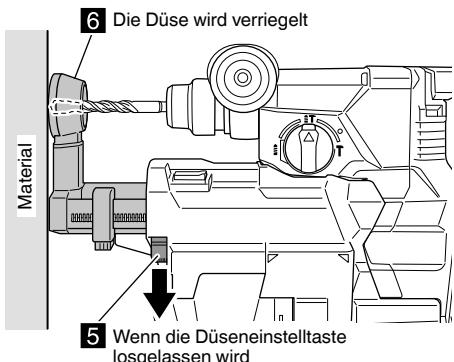

Abb. 7
(4) Lassen Sie die Düseninstelltaste los, um die Düsenposition einzurasten. (Abb. 7)